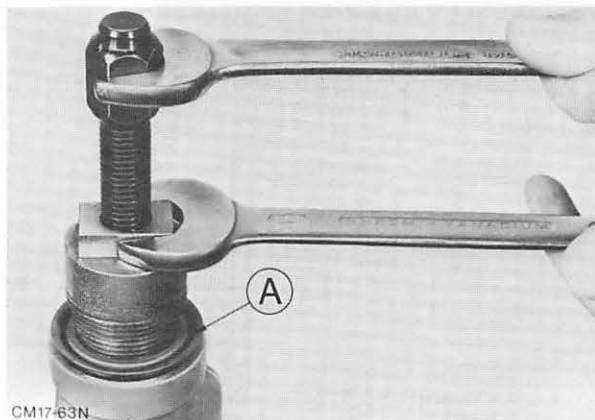

Abb. 121 Radialdichtring – Getriebeverlängerung ausbauen, dabei Werkzeug mit einem Maulschlüssel festhalten
2. Radialdichtring mit Werkzeug 17-001 ausbauen. Abb. 121.